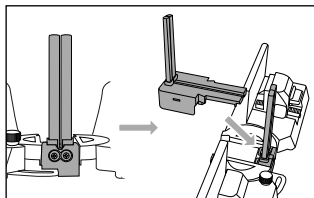

Fig. 6
- ◆ Collocare l'elemento guida lama A **9** dall'alto nell'apposita rientranza (vedere fig. 6). L'elemento guida lama A **9** è inizialmente instabile.
- ◆ Inserire l'elemento guida lama B **10** fino a innestarlo dall'alto nell'apposita rientranza (vedere fig. 6).